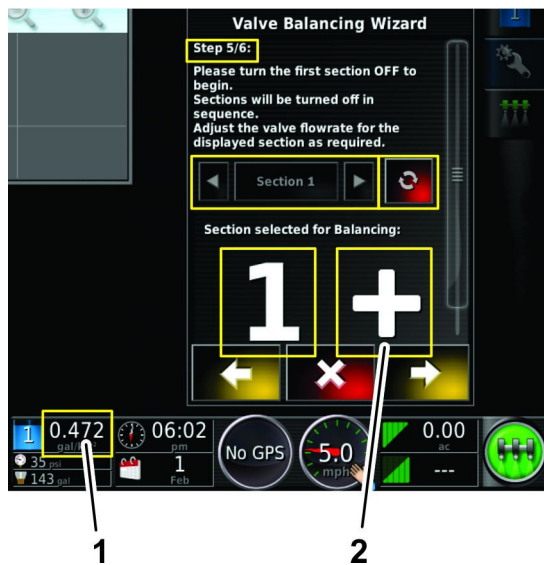

Bild 146
- Die Dosierung für das Abschnittsventil ist zu niedrig (Bild 146).